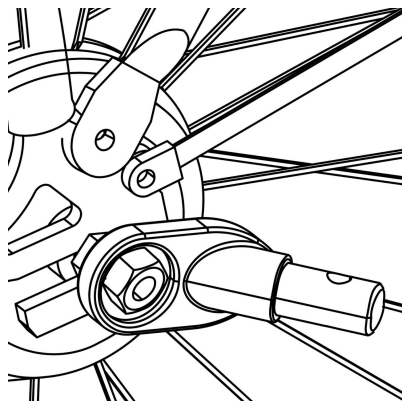

Rysunek 10
1. Oś szybkozamykająca : Zdjąć szybkozamykacz z lewej strony tylnej osi roweru. Zamontować zaczep pomiędzy szybkozamykaczem a ramą. Dokręć szybkozamykacz zgodnie z instrukcją producenta roweru. Zaczep może pozostać na rowerze po zdjęciu przyczepki (Rysunek 10).